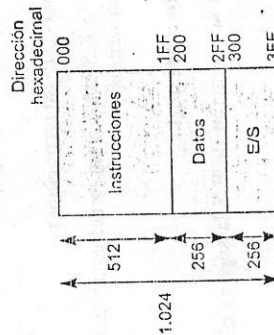

Figura 7.6. Distribución del Mapa de Memoria Común para las instrucciones, los datos y las E/S.
Como el bus de direcciones tiene 10 líneas, el mapa de memoria está formado por 1.024 posiciones de 8 bits (Figura 7.6).
**Ejemplo 7.5.** Teniendo en cuenta la distribución del mapa de memoria de la Figura 7.6, expresar la diferencia que existe entre las siguientes instrucciones: